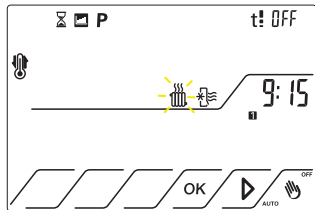

Fig.13
4.1.3 Premere il tasto  fino a posizionarsi sull' icona  che comincerà a lampeggiare. Compare la scritta OFF. Fig.13 ( Se il Cronotermostato stava impostato su Raffrescamento ON)